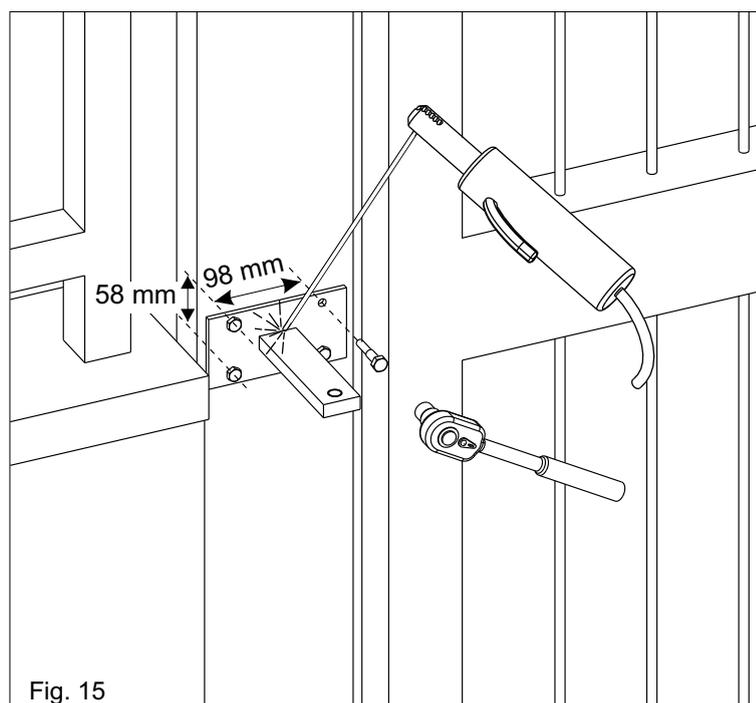
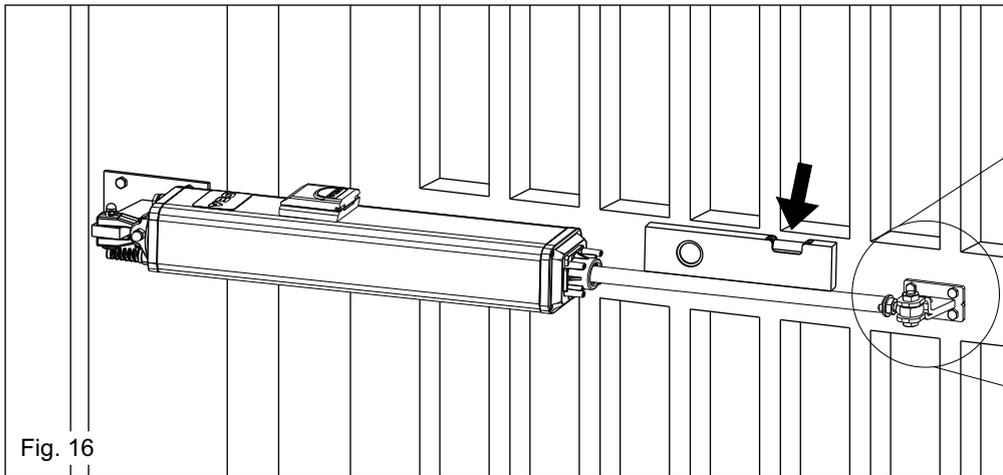

Fig. 15
Fig. 16
Selon le type d'ouverture choisi (interne ou externe) et de la rotation maxi. du vantail (voir pag.31-32), l'étrier doit être coupée, avant tous, en respectant la cote « a » en pag.31-32 et successivement soudée comme dans fig. 15.
Le support doit être positionné de façon que l'opérateur soit parfaitement horizontal (Fig.15, Fig.16).
- 4) Positionner l'opérateur de façon qu'il résulte parfaitement horizontal et donc marquer la position de la fixation antérieure (Fig. 16).